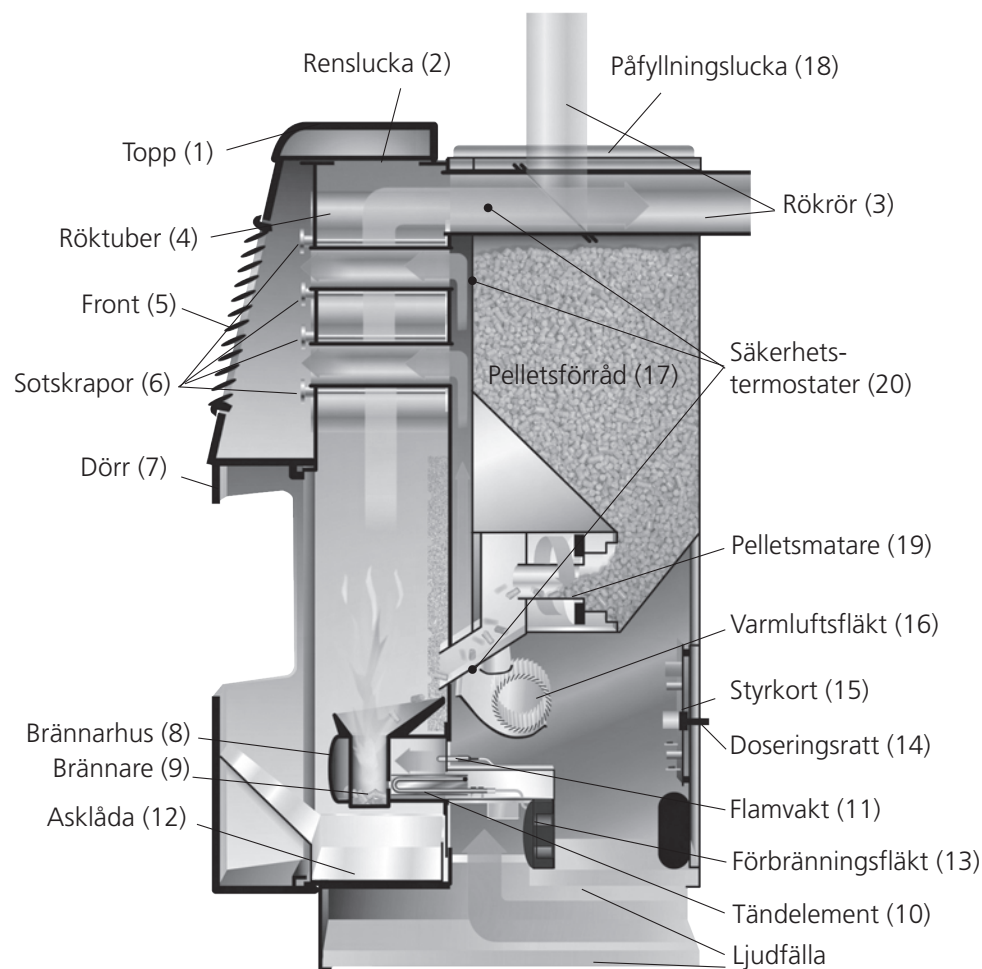

Fig. 1
3. Tre stycken termostater sitter placerade enligt avsnittet 1.2 Komponenter (fig 1). Om den maximalt tillåtna temperaturen överskrids stannar mataren, kaminen stänger av sig och den röda lysdioden tänds. Lysdioden slocknar inte förr än knappen har ställts i läge "OFF".
4. En flamvakt sitter i brännaren (fig 1). Om lågan skulle slockna eller pellets matas in fortare än den hinner förbrännas, börjar den röda lysdioden att blinka. Om ingen låga indikeras under ca 3,5 minuter så stänger kaminen av sig, och den röda dioden lyser med fast sken.